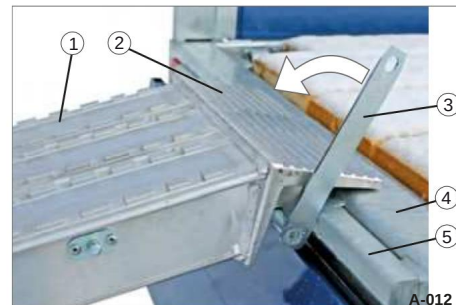

Fig. 16 Sikkerhedshåndtag åbnet
- Placer rampepladen (fig. 16/2) på kanten af læsseområdet (fig. 16/4).
- Træk sikkerhedshåndtaget ned (fig. 16/3).